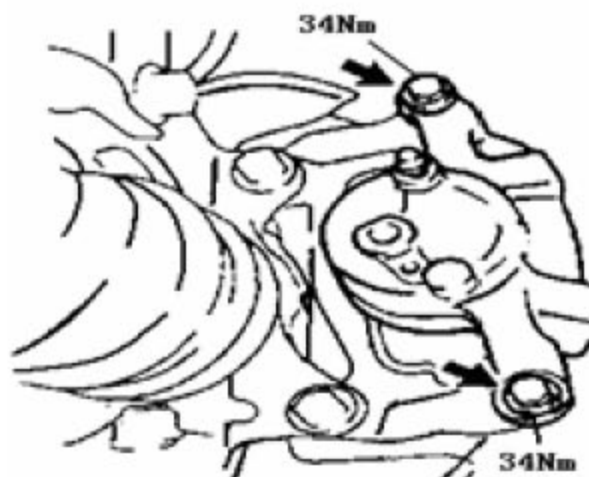

图 3-21
A). 用 2 个螺栓安装前盘式制动分泵，如图 3-21 所示。拧紧力矩：34N·m。